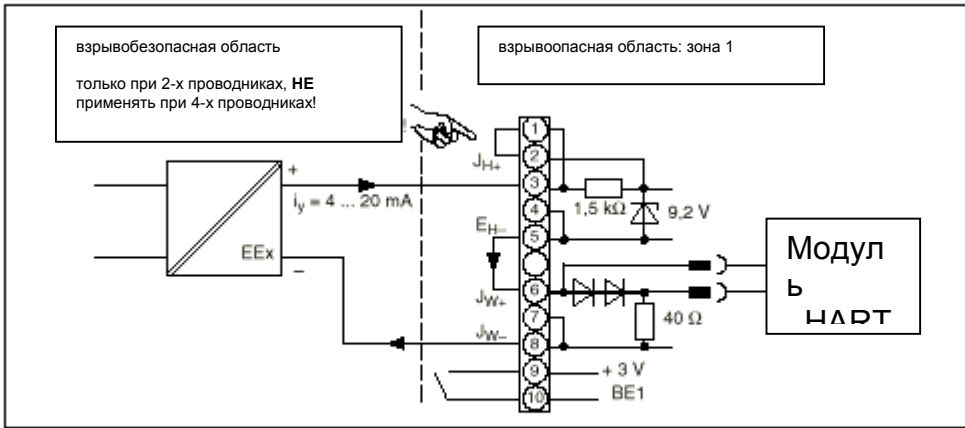
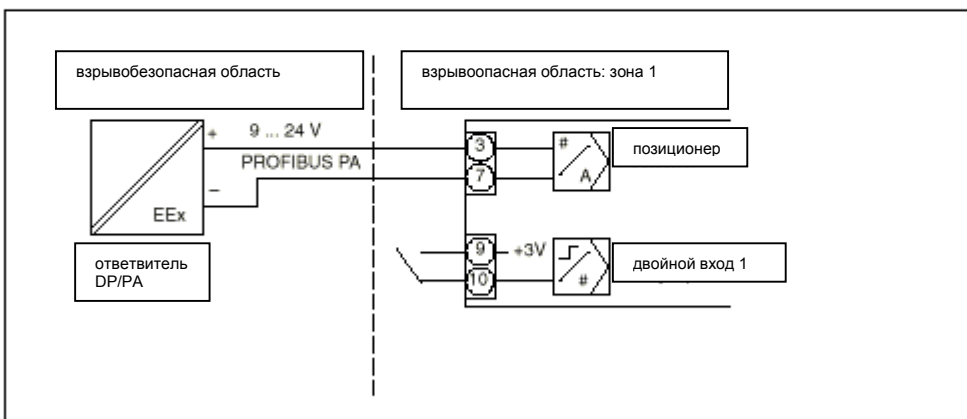

Рис. 5 2-х проводниковое соединение (6DR400х-хЕ), приборы без PROFIBUS PA
Рис. 9 Электрическое соединение: основной прибор с PROFIBUS PA
4. Подсоединить соответствующий источник электропитания/напряжения (см. рис. 5 и 6 или рис. 9 PROFIBUS PA).
5. Позиционер находится в рабочем режиме «**P-ручное обслуживание**» (**P-Handbetrieb**). На верхней строке указателя показывается актуальное напряжение потенциометра (P) в процентах, к примеру «**P12,3**», а на нижней строке мигает надпись «**NOINIT**»:
- 3 Подсоединить соответствующий источник электропитания/напряжения (см. рис. 5 и 6 или рис. 9 **PROFIBUS PA**).
- 4 Теперь позиционер находится в рабочем режиме **«P-ручной режим» (P-Handbetrieb)**. На верхней строке указателя высвечивается актуальное значение напряжения потенциометра (P) в %, к примеру **«P12.3»**, а на нижней строке мигает **«NOINIT»**: